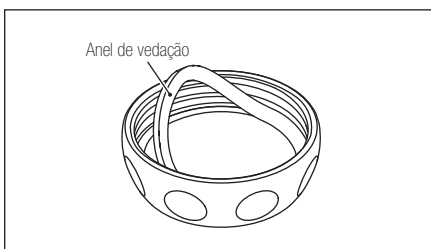

Fig. 13
- 2) Remova o anel de vedação e desmonte a tampa do recipiente de pó. (Fig. 13)